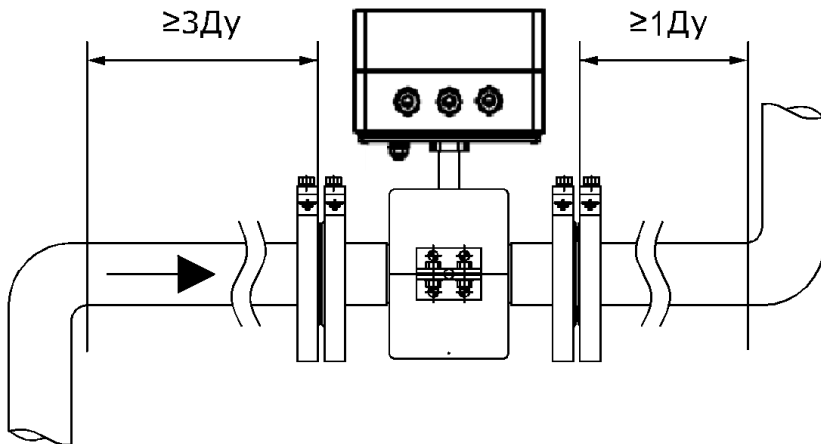

Рис. 4
4.2.5 ППР теплосчетчика необходимо располагать в той части трубопровода, где пульсации и завихрения минимальные. При установке ППР необходимо обеспечить прямолинейные участки не менее  $3D_u$  до и  $1D_u$  после ППР (см. рис. 4).